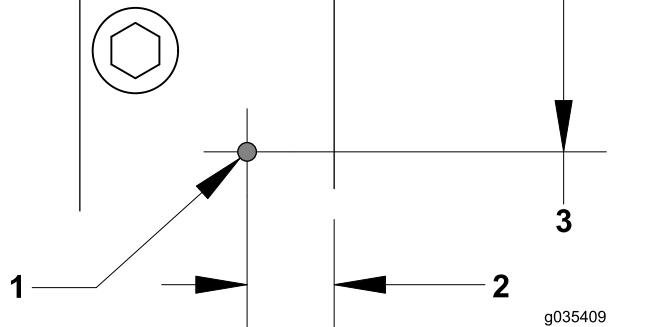

Figura 5
1. Individuate e praticate il seguente foro per il tappo (Figura 5).